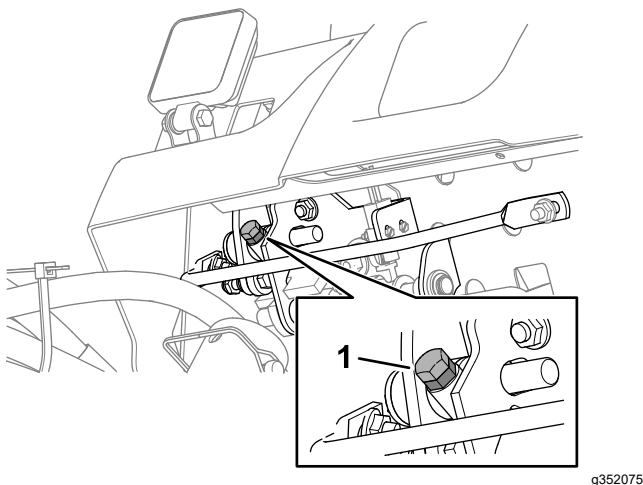

Figura 91
- Pentru a reduce viteza de cosit, rotiți urubul de limitare viteză (Figura 91) în sensul acelor de ceasornic.